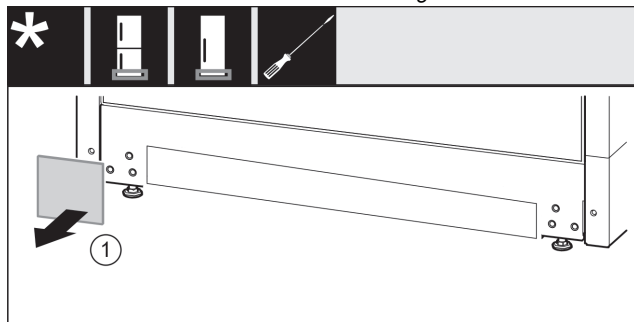

Fig. 15
- ▶ Togliere la copertura. Fig. 15 (1)